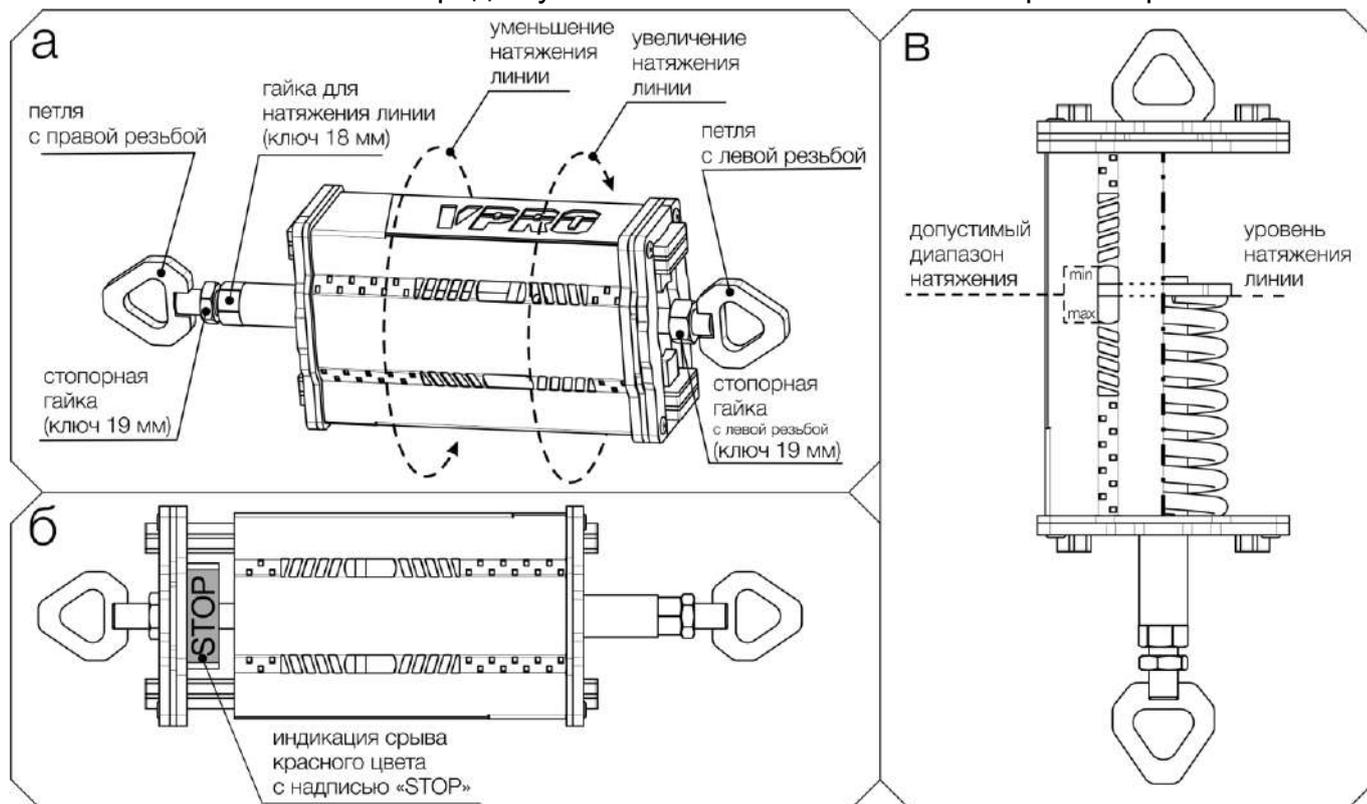

Рис. 8 Порядок установки и использования амортизатора vpro CL S01
1) Убедиться, что обе стопорных контргайки (рис. 8а) не препятствуют вращению резьбового соединения.
инструмента (вращая «гайку для натяжения» ключом 18 мм), так и без (вращая непосредственно корпус устройства). Направление вращения указано на рисунке 8а. Вращать необходимо до тех пор, пока индикация натяжения не окажется в диапазоне допустимого уровня натяжения (см. рис. 8в). При натяжении линии рекомендуется устанавливать минимально допустимый уровень натяжения.
**Внимание!** Амортизатор имеет встроенную индикацию срыва (см. рис. 8б). В случае срыва амортизатора, дальнейшее использование анкерной линии категорически запрещено.